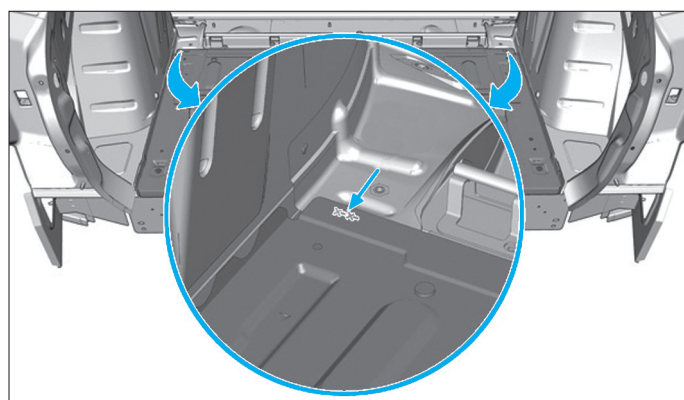

FIG. 209
- Araser les cordons de soudure (Fig.209).